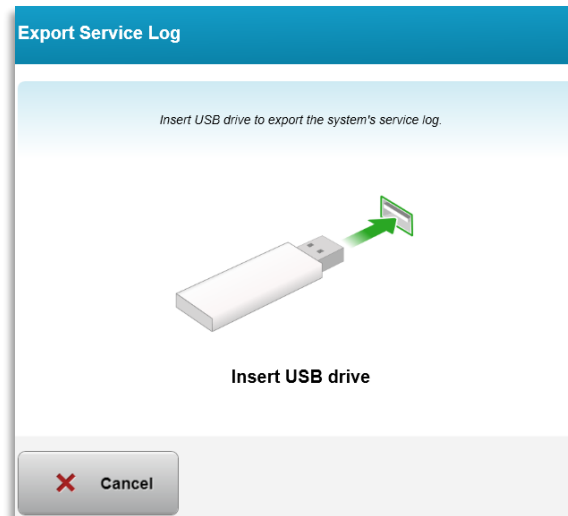

Bild 3-57. Export av servicelogg till USB
- Följ anvisningarna på skärmen för att sätta in ett USB-minne i USB-porten, som visas på bild 3-57.